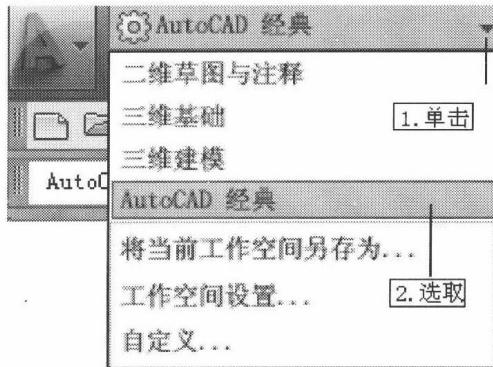
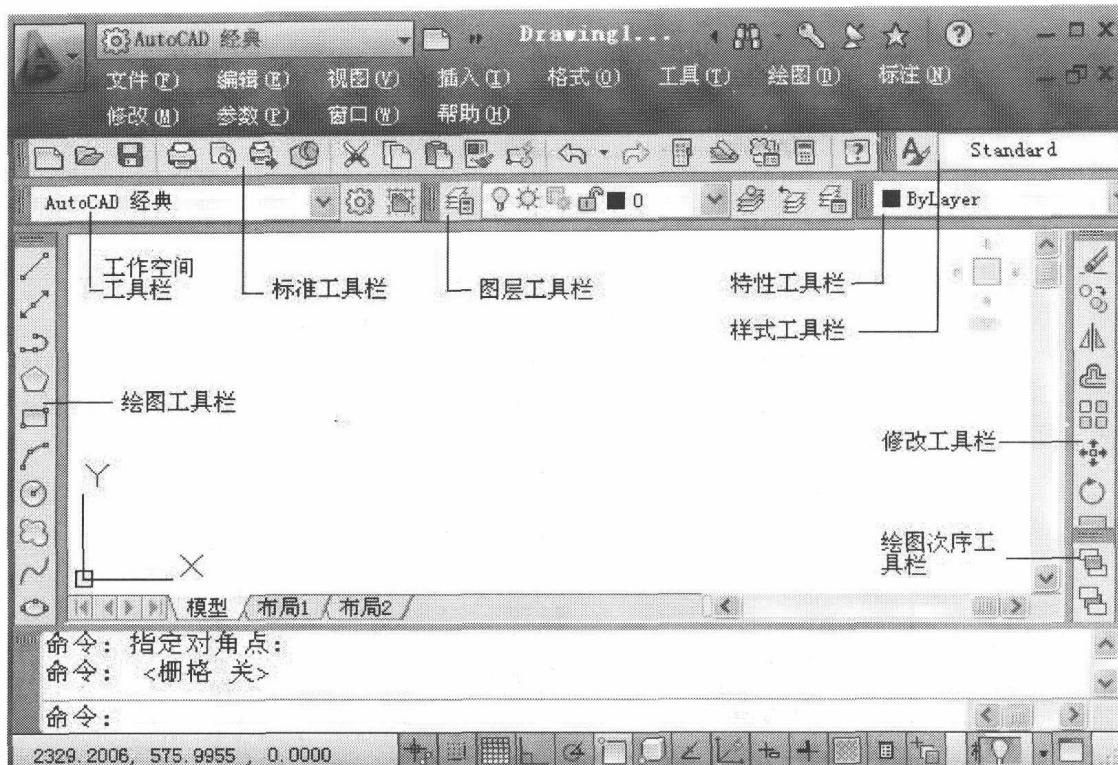

图 1-2 切换工作空间
图 1-3 AutoCAD 经典工作界面
2. 在弹出的下拉菜单中选择一个工作空间即可进行切换，如图 1-2 所示，选择 AutoCAD 经典可切换到 AutoCAD 经典工作空间。如图 1-3 所示。